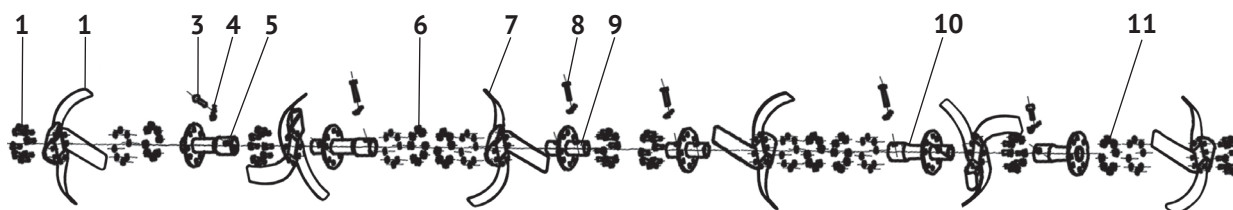

рис. 3
3.2 Установка фрез (рис.3)
- надвинуть центральные ступицы (рис.3 поз.9) с двух сторон на выходной вал цепного редуктора;
- совместить крепёжные отверстия вала и ступицы, скрепить их пальцами (рис.3 поз.8) и зафиксировать шплинтами.